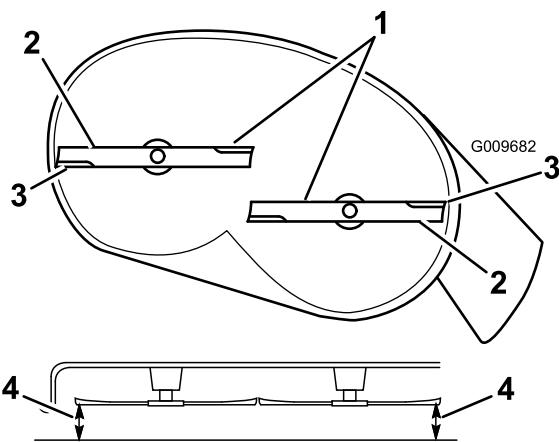

Figura 51
- Gire cuidadosamente la(s) cuchilla(s) colocándola(s) perpendicularmente al sentido de avance de la máquina (Figura 51). Mida entre los bordes de corte exteriores y la superficie plana (Figura 51). Si hay una diferencia de más de 5 mm entre ambas dimensiones, se requiere un ajuste; siga con este procedimiento.